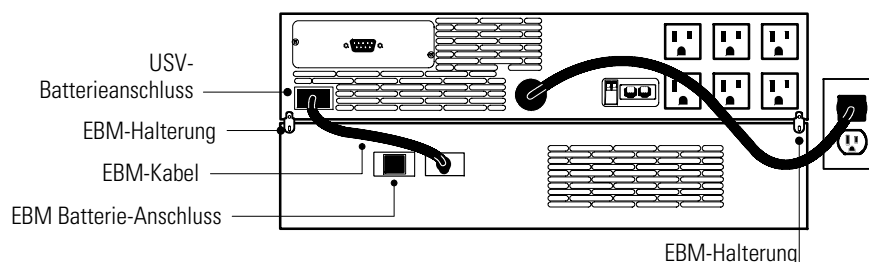

Abbildung 26. EBM-Anschlüsse (hier 120 V-Modell)
8. Das neue EBM an die USV anschließen, wie in Abbildung 26 dargestellt.